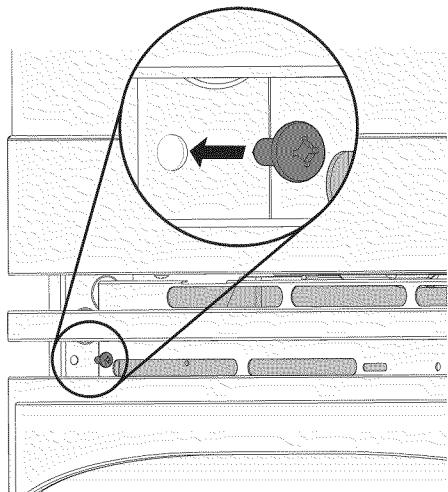

Figura 8
- A. Los barrenos en las molduras laterales pueden ser usadas como guía para localizar los tornillos de montado de la unidad (figura 8).